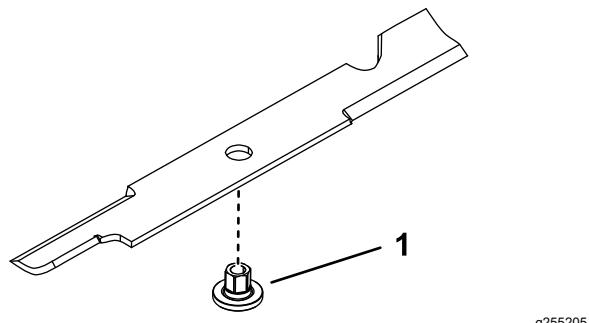

Figura 75
1. Instale el buje a través de la cuchilla con la brida del buje en el lado inferior (lado del césped) de la cuchilla (Figura 75).